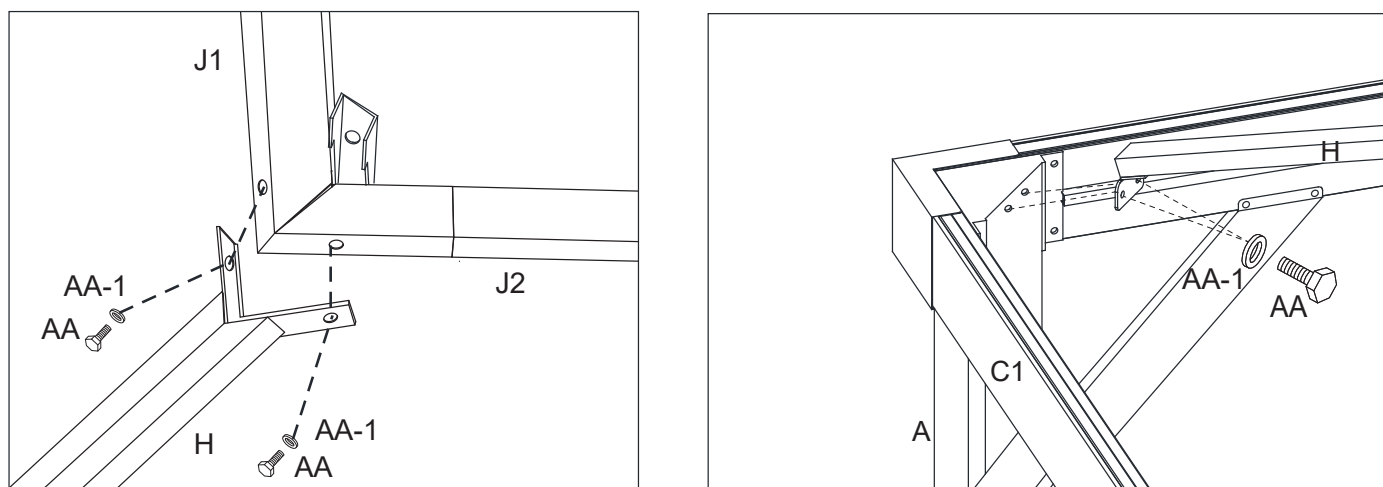

Figure 8-1
Figure 8.1 : Assemblez les supports d'angle du toit principal (H) au connecteur court (J1) du cadre central du toit principal et aux poteaux d'angle (A) à l'aide de boulons (AA) et de rondelles d'acier (AA-1). Voir la figure 8.1.